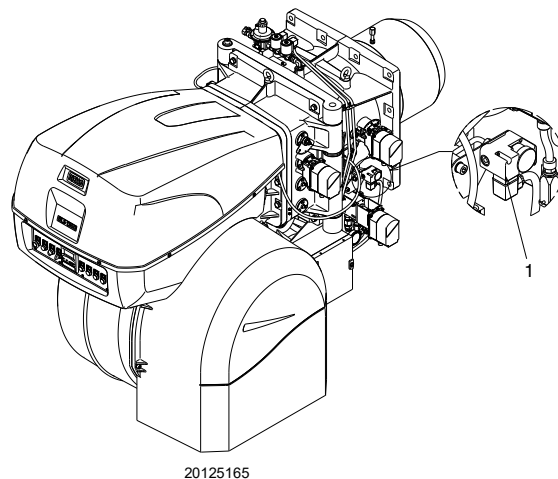

Fig. 26
Pression de gaz mesurée à la prise 1)(Fig. 26) avec :
Perte de charge du papillon gaz 2)(Fig. 26) avec ouverture maximale : 90°.
- Soustraire de la pression du gaz à la prise 1)(Fig. 26) la pression de la chambre de combustion.
Pression de gaz à la prise 1)(Fig. 26) = 44,2 mbar
Pour connaître par contre la pression de gaz nécessaire à la prise 1)(Fig. 26), après avoir défini la puissance de modulation maximale à laquelle on désire faire fonctionner le brûleur :
- Lire sur la droite, colonne 1, la pression à la prise 1)(Fig. 26).
Pression nécessaire à la prise 1)(Fig. 26).